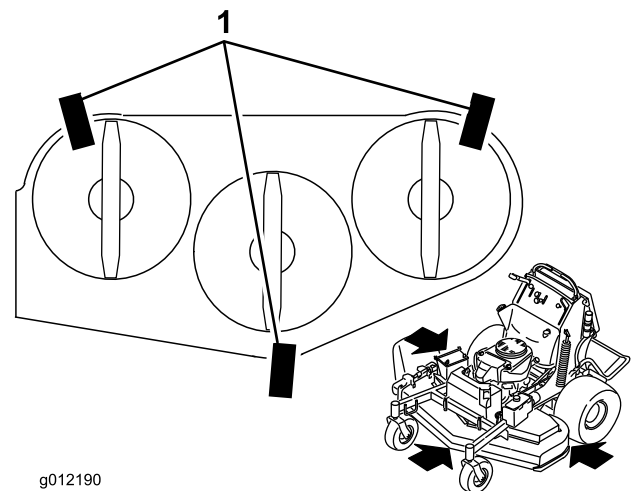

Figure 86
1. Placez 3 cales de 2x4 sous le plateau de coupe comme illustré à la Figure 86. Disposez les cales de 2x4 à 10 cm d'intervalle.